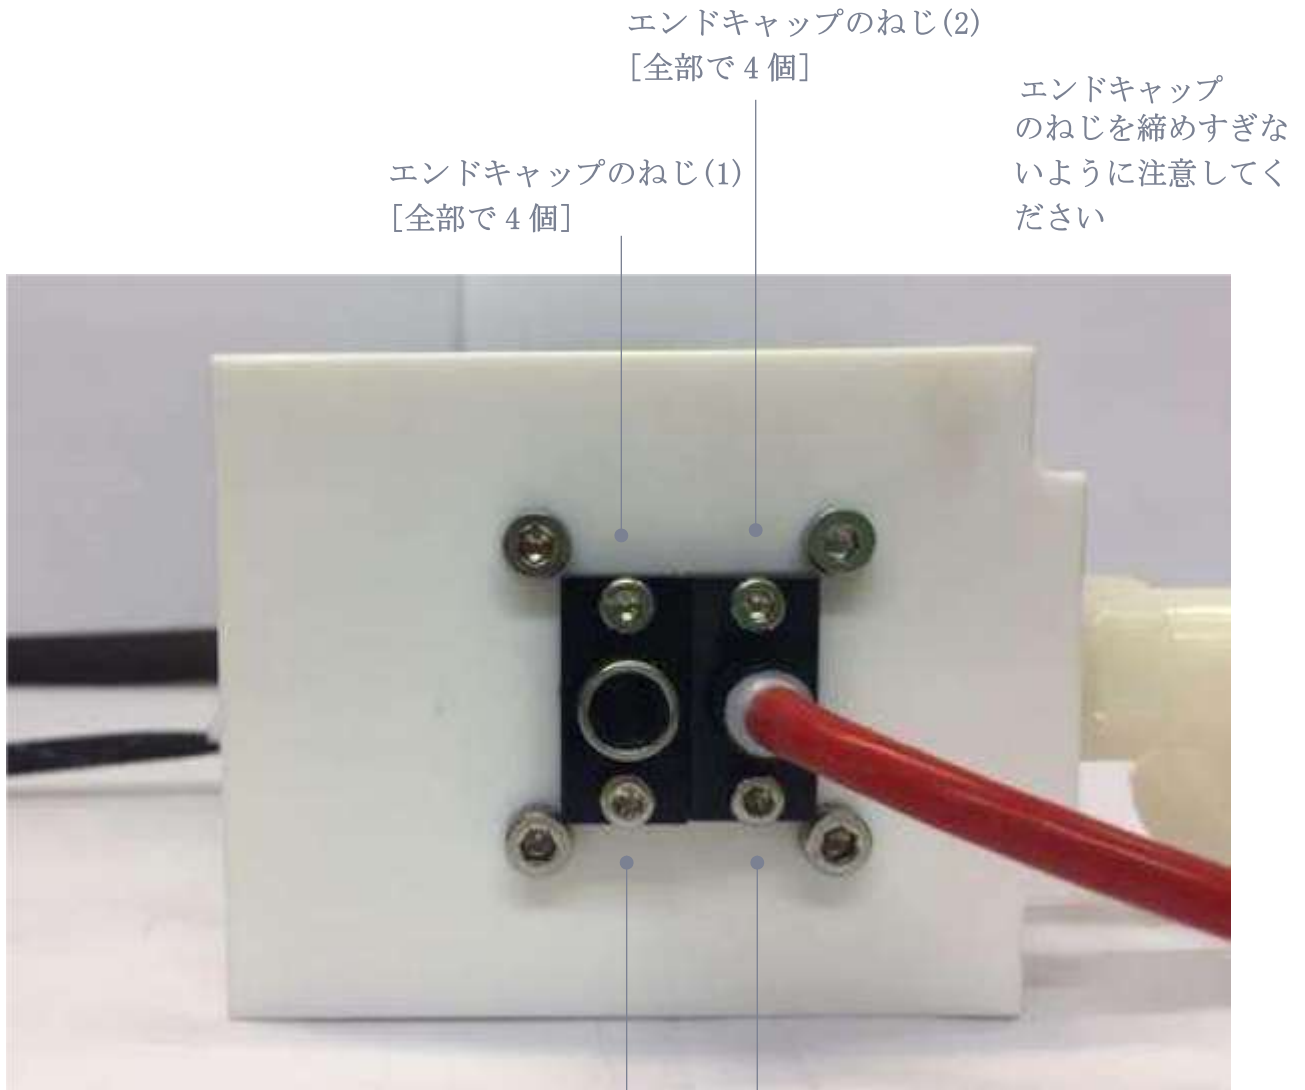

図 14
- 20 ポンプ チャンバー の両端のエンド キャップ ネジを締め、フラッシュランプの両端が均等に伸びていることを確認します。（注： 赤いワイヤーの端が示されています） 次に、ワイヤーをケーブル クランプに戻します（図 14）